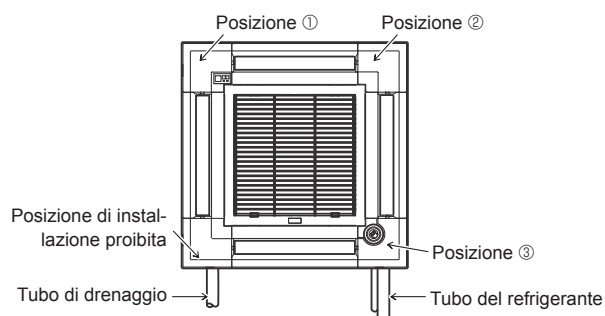

Fig. 9-11
Il pannello angolare del ricevitore di segnale non può essere installato sul lato del tubo di drenaggio per l'unità principale. (Fare riferimento alla Fig. 9-11)
- Il pannello angolare i-see sensor deve essere fissato alla griglia ① con la vite ③.
- \* Se la posizione dell'i-see sensor è stata cambiata dalla posizione predefinita (posizione ③) in un'altra, modificare le impostazioni della funzione. (Fare riferimento a pagina 108 e alla Fig. 9-11)
- Il pannello angolare i-see sensor non può essere installato sul lato del tubo di drenaggio per l'unità principale. (Fare riferimento alla Fig. 9-11)